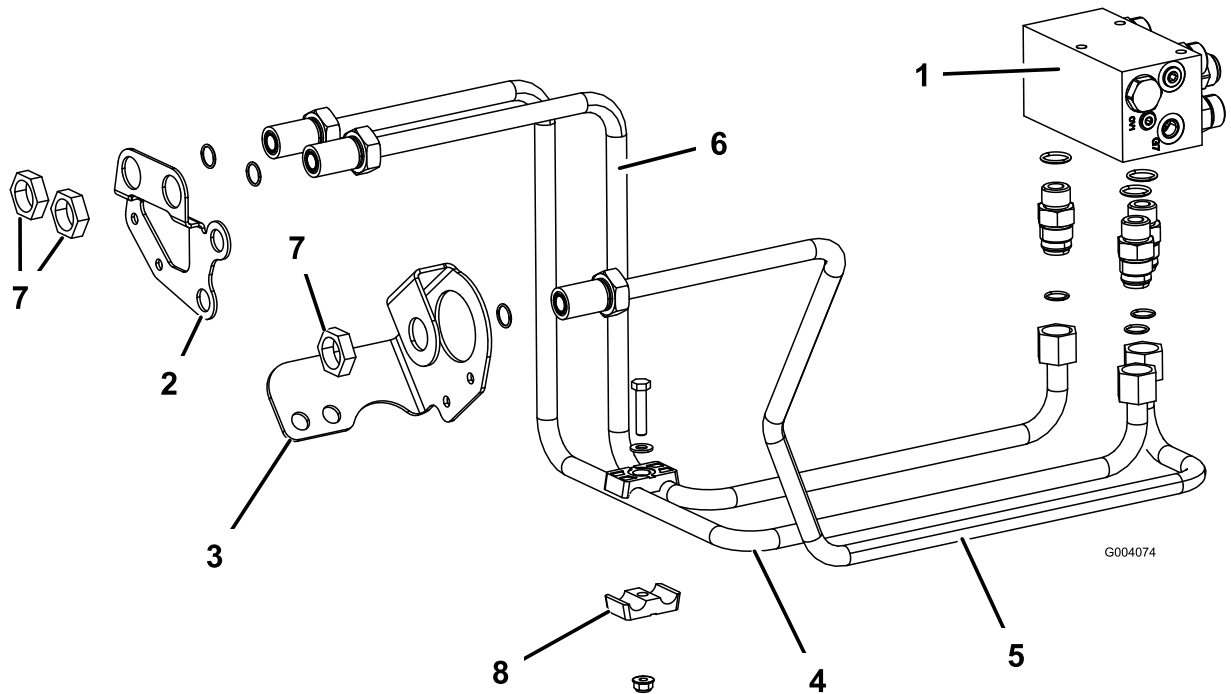

Figure 9
- au trou droit dans le support de traversée droit du cadre (Figure 9).
2. Fixez l'arrière du tube hydraulique au raccord du collecteur et l'avant au support de traversée au moyen d'un contre-écrou (Figure 9).
3. Faites passer le tube hydraulique (réf. 108-7626) du raccord central du collecteur marqué « REV » au trou dans le support de traversée gauche du cadre (Figure 9).
5. Faites passer le tube hydraulique (réf. 108-7625) du raccord droit du collecteur marqué « LF » au trou gauche dans le support de traversée droit du cadre (Figure 9).
7. Réunissez les 2 conduits de traverse droits au moyen des demi-colliers, de la vis (5/16 x 1-1/2 po), d'une rondelle plate (0,344 x 0,688) et d'un contre-écrou (5/16 po) (Figure 9).